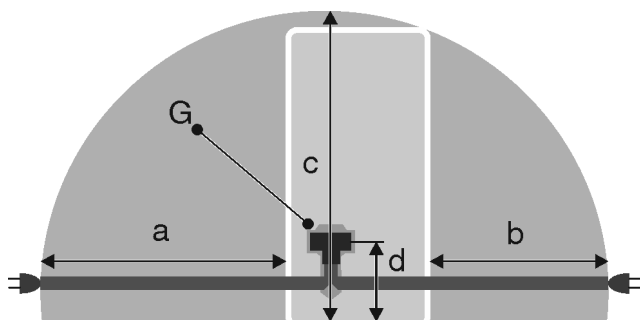

Fig. 30 \*
- La prise de courant ne se trouve pas derrière l'appareil mais dans les zones a ou b Fig. 30 (a, b, c).
- ▶ Introduire la fiche de l'appareil Fig. 30 (G) au dos de l'appareil. Veiller à bien les encliqueter.